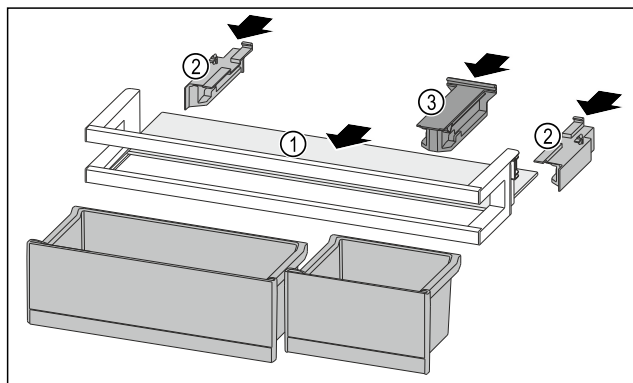

Fig. 140
- ▶ Inserire il ripiano Fig. 140 (1) negli incavi laterali.
- ▶ Inserire gli elementi laterali Fig. 140 (2).
- ▶ Inserire l'elemento di tenuta Fig. 140 (3).